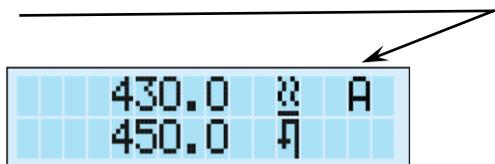

Рис. 12.1 Индикация дополнительных символов
12.1 Отображение на дисплее дополнительных сигнальных символов приведено на рис. 12.1.